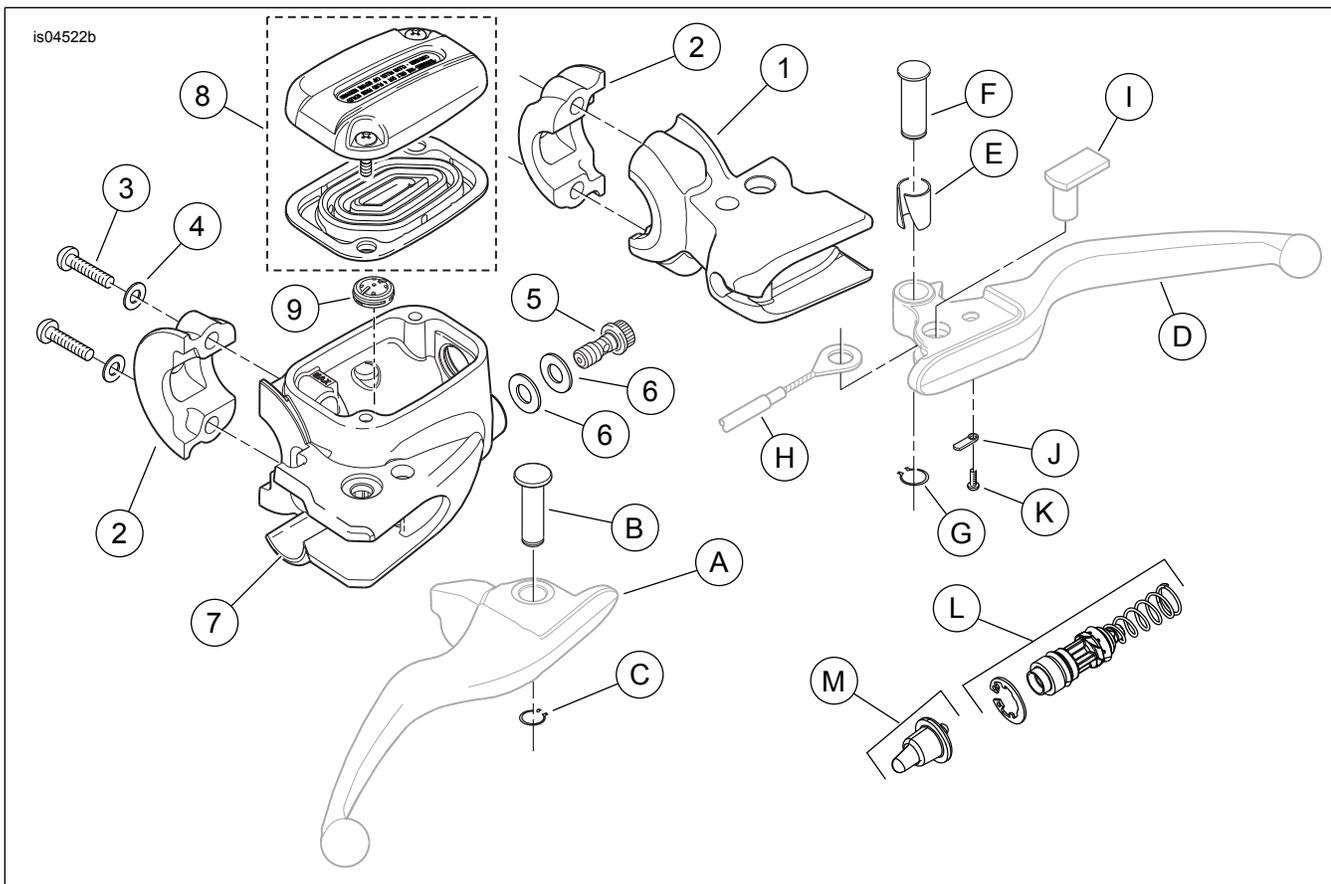

Figura 5. Piezas de servicio: kit de pieza de soporte del embrague y depósito de la bomba del freno delantero cromados
3. Vea la Figura 5. Quite y **deseche** el anillo de retención (G) del pasador de pivote (F). Extraiga y **guarde** el pasador de la pieza de soporte de la palanca del embrague (1).
4. Quite el pasador de anclaje del cable del embrague (I) de la palanca manual del embrague (D). Quite el extremo de horquilla del cable del embrague (H) y la palanca manual de la pieza de soporte.
5. Usando un destornillador de cabeza T-27 TORX[®], quite y deseche los dos tornillos (3) y las arandelas planas (4) que sujetan la abrazadera del manillar (2) a la pieza de soporte de la palanca del embrague. Quite la pieza de soporte de la palanca del embrague y la abrazadera del manillar.
1. Vea la Figura 5. Obtenga la palanca manual del embrague (D) de equipo original que se quitó anteriormente o una palanca nueva (comprada por separado). Compruebe que el buje del pivote (E) esté en su lugar.
2. Coloque el extremo de horquilla del cable del embrague (H) en su posición en la palanca del embrague y deslice el pasador de anclaje (I) en su lugar. El plano del pasador debe estar orientado hacia la palanca manual.